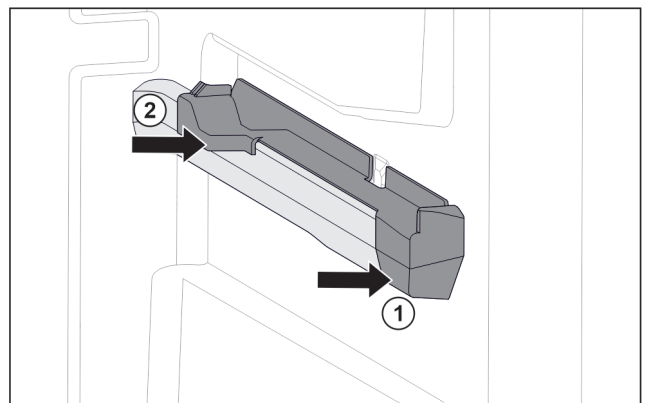

Fig. 115 Pieza de acoplamiento en la nervadura para recipientes derecha
- ▶ Coloque la pieza de acoplamiento delante en la nervadura para recipientes. Fig. 115 (1)
- ▶ Presione la pieza de acoplamiento por detrás. Fig. 115 (2)